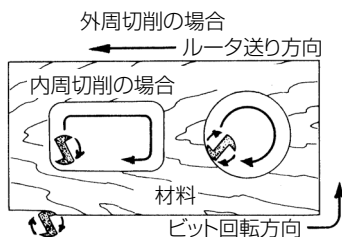

図 10
- (2) ビットは時計方向(ベースの矢印方向)に回転します。ルータの送り方向は図10の方向に合わせて、ご使用ください。滑らかな切削面が得られます。